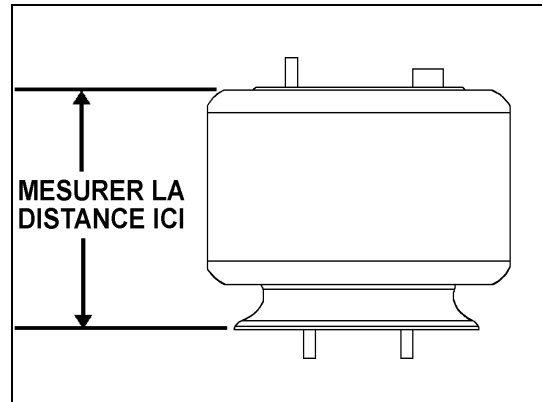

FIGURE 4: MESURE DE LA DISTANCE 16067
11. Lorsque le véhicule a atteint la pression de fonctionnement normale, vérifier la hauteur du châssis du véhicule en mesurant la distance entre les supports des ballons installés sur l'essieu avant, la distance doit être de $305 \pm 6\text{mm}$ ($12 \pm 0.25"$). Se référer à la figure 4 pour identifier l'emplacement où la mesure doit être prise.
10. Lorsque le véhicule a atteint la pression de fonctionnement normale, vérifier la hauteur du châssis du véhicule en mesurant la distance entre les supports des ballons installés sur l'essieu moteur, la distance doit être de $292 \pm 6\text{mm}$ ($11.5 \pm 0.25"$). Se référer à la figure 4 pour identifier l'emplacement où la mesure doit être prise.